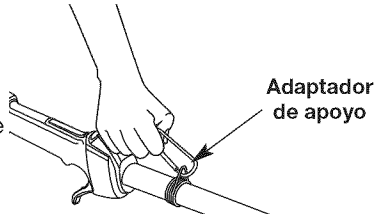

Fig. 4
- Fije la presilla de los hombros a la unidad. (Fig. 4)